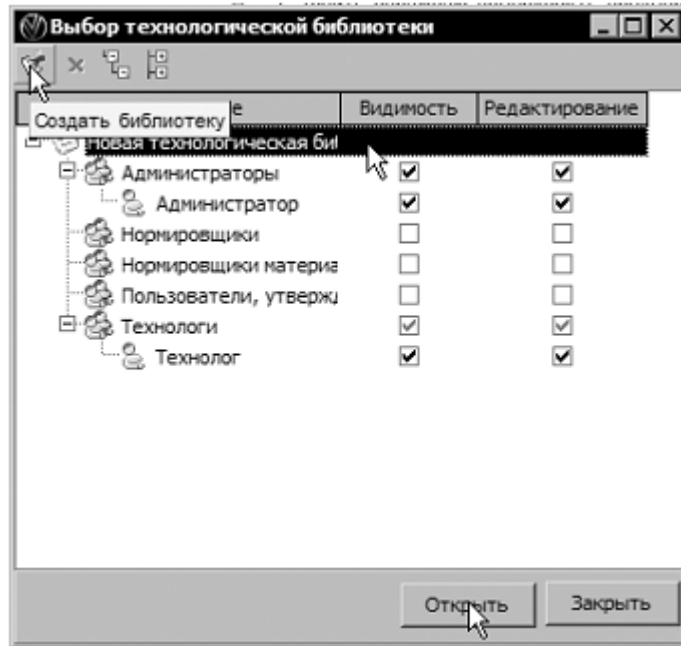

Рисунок 13
10. Нажмите на панели инструментов кнопку Библиотека пользователя. После этого откроется дополнительное окно Выбор технологической библиотеки (рис. 13). Нажмите на панели инструментов окна кнопку Создать библиотеку.